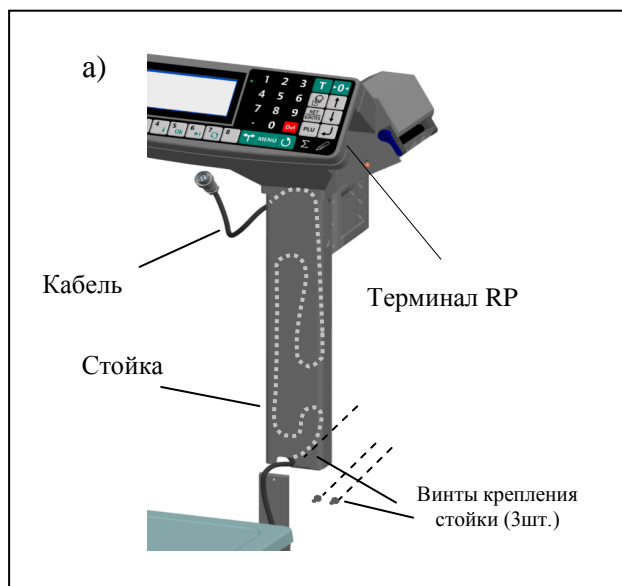

Рис. 3.2- Сборка весов
3.3 Протянуть кабель внутри стойки и подключить к терминалу (Рис. 3.2).